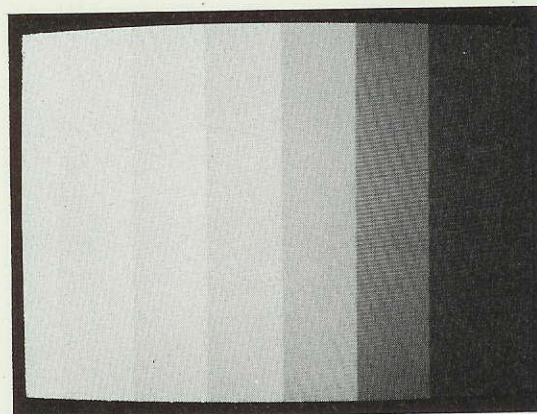

Fig.11 La scala verticale dei grigi serve per controllare la luminosità ed il contrasto. A destra dovreste vedere un nero intenso e a sinistra un bianco pulito.
- 11 - Fig. 11 Scala grigi verticale